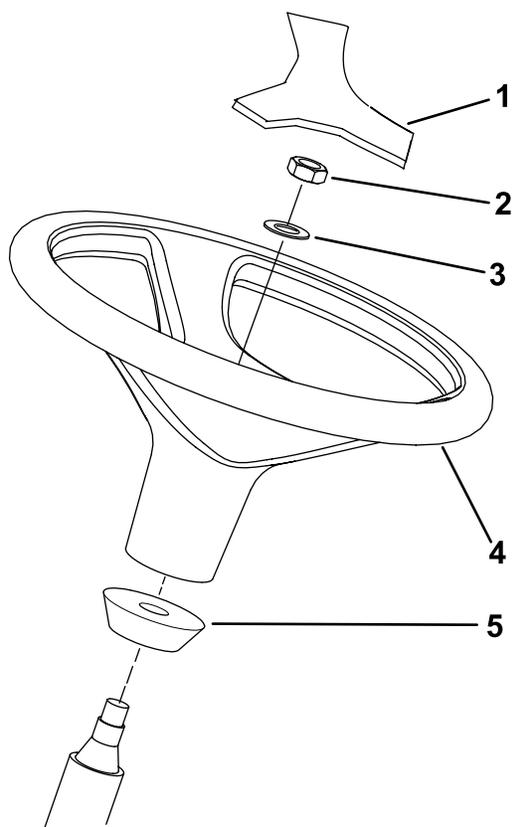

Рисунок 13
1. Снимите рулевое колесо с транспортировочного поддона (Рисунок 13).
Примечание: Убедитесь, что кольцо из пеноматериала осталось на рулевом валу (Рисунок 13).
- Наденьте рулевое колесо и шайбу на рулевой вал (Рисунок 13).
- Установите крышку на рулевое колесо (Рисунок 13).